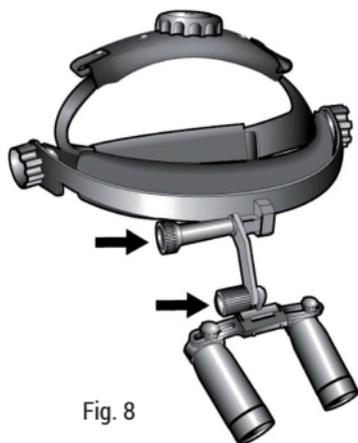

Fig. 8
- Posizionare i telescopi davanti agli occhi in una posizione più o meno corretta. Allentare leggermente entrambe le manopole di regolazione in modo che i telescopi possano essere spostati facilmente. Allineare verticalmente ciascun telescopio. (Fig. 8).